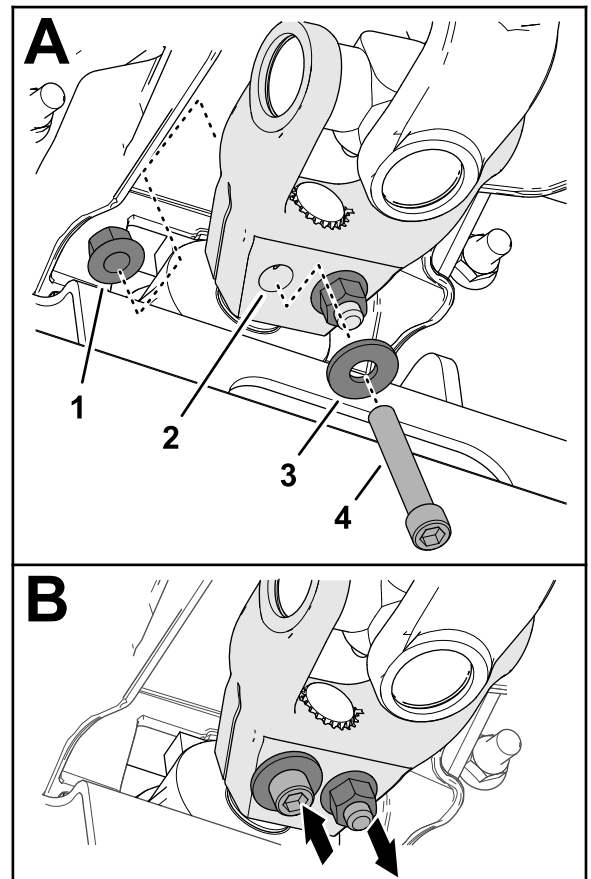

Figure 19
6. Insérez une vis à tête creuse ($\frac{3}{8}$ " x $2\frac{1}{4}$ ") dans une rondelle ($\frac{3}{8}$ ") et dans le trou de la chape de l'arbre d'entraînement (**Figure 19**), et fixez la vis en place avec un contre-écrou à embase ($\frac{3}{8}$ ").
7. Insérez une vis à tête creuse ($\frac{3}{8}$ " x $2\frac{1}{4}$ ") dans une rondelle ($\frac{3}{8}$ ") et dans le trou de la chape de l'arbre d'entraînement en passant par l'autre côté (Figure 19), et fixez la vis en place avec un contre-écrou à embase ($\frac{3}{8}$ ").